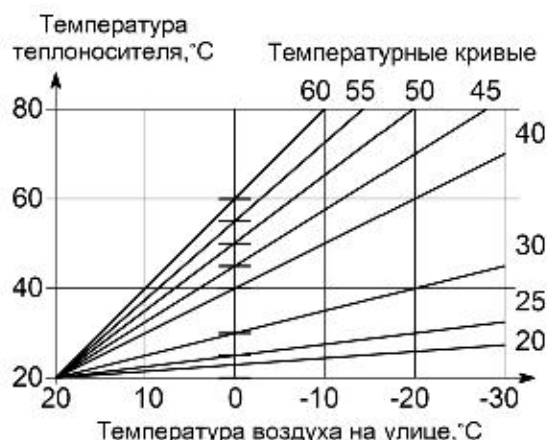
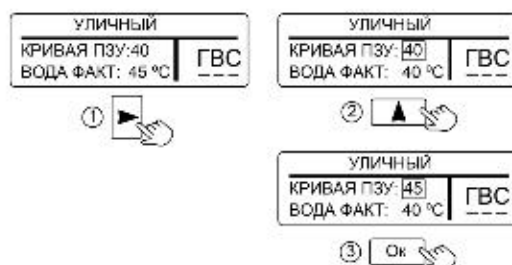

Рисунок 9. Зависимость температуры теплоносителя от температуры воздуха на улице
Рисунок 10. Настройка кривой ПЗУ
10.4 «УЛИЧНЫЙ» – режим поддержания температуры теплоносителя в зависимости от температуры воздуха на улице по одной из погодозависимых кривых (см. рис. 9). Датчик температуры воздуха (проводной или радиодатчик) устанавливается на улице. При отсутствии датчика температуры, возможно работа от данных получаемых с метеосервера (см. п. 11.1.9).
Для изменения заводской настройки нужно в соответствии с рис. 9 выбрать ту кривую, при которой в помещении станет комфортно. Если в помещении холодно - следует выбрать кривую с большим номиналом, если жарко - с меньшим. Чем больше величина теплотерия здания, тем выше номер кривой. Изменение значения кривой ПЗУ показано на рис. 10.